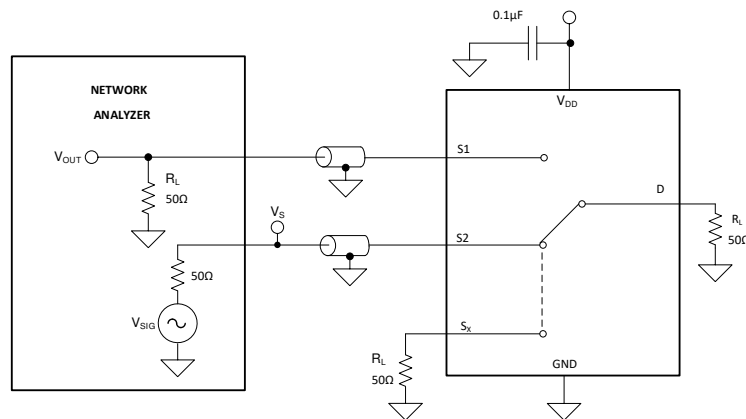

図 7-9. チャネル間クロストーク測定時の設定
クロストークは、オンチャネルのソース ピン (Sx) に信号が印加された場合に、他のチャネルのドレイン ピン (D) に現れる信号の比率として定義されます。図 7-9 に、クロストークの測定を行う際の設定と、クロストークの計算に使用する式を示します。